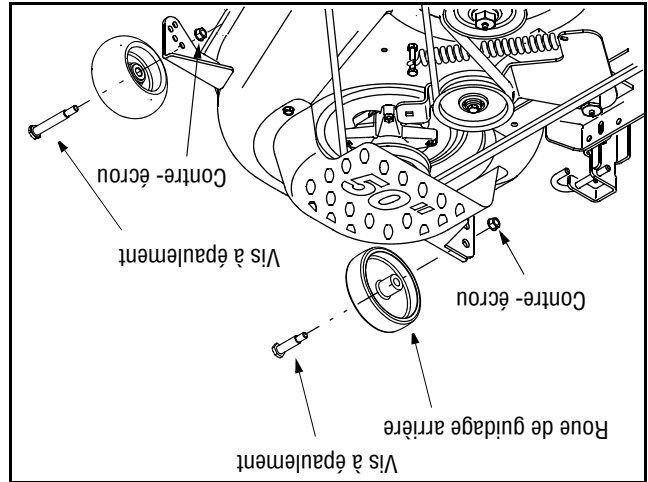

Figure 6
- Placez le tracteur sur une surface ferme et plane, de préférence goudronnée. Consultez la Figure 6 et procédez comme suit :